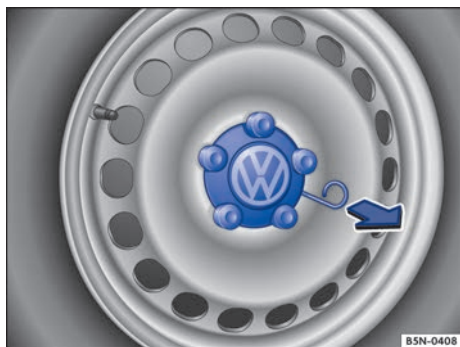

Fig. 257 Desmontar el tapacubos central tirando de él.
- Para *retirar* el tapacubos, saque el gancho de alambre de las herramientas de a bordo → pág. 304 y engánchelo en el borde del tapacubos → fig. 257.